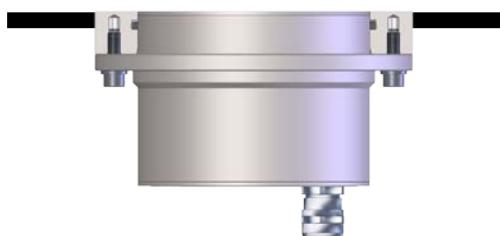

Рисунок 14: Монтаж плиты крепления заподлицо
- Когда плита крепления будет приварена на место, убедитесь, что она установлена заподлицо с внутренней поверхностью (Рисунок 14).